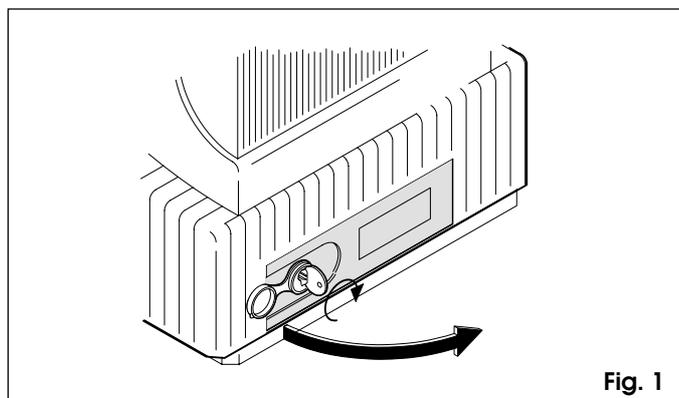

Fig. 1
- ôter le bouchon protecteur et insérer la clé fournie dans la serrure (fig.1);
- tourner la clé dans le sens des aiguilles d'une montre et ouvrir le capot du dispositif de déverrouillage comme indiqué fig.1.
Fusibles de protection	2 (voir fig. 1)